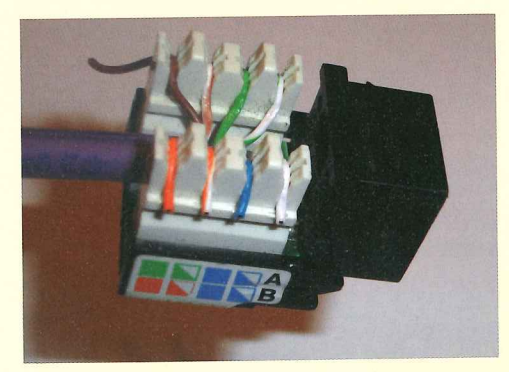

Figura 6.95. Conector.
- 6.20. La Figura 6.95 muestra la preparación de la conexión de un cable con su conector. Indica: